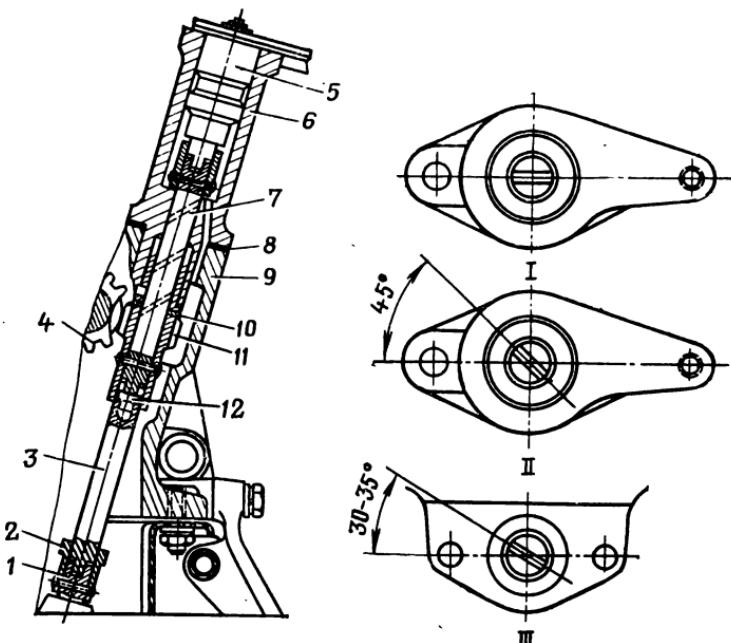

Рис. 27. Привод масляного насоса и распределителя зажигания:
2. Повернуть валик привода так, чтобы прорезь на его торце для шипа распределителя заняла положение II (рис. 27), а валик масляного насоса с помощью отвертки повернуть в положение III.